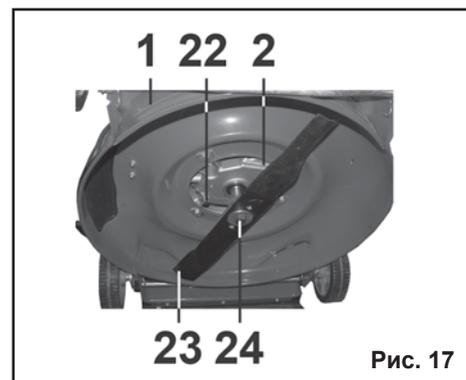

Рис. 17
9.7. Замена режущего ножа (Рис.17)